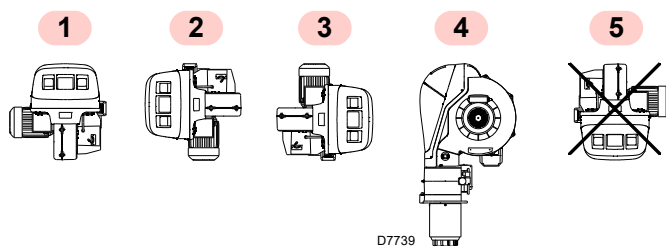

Fig. 13
- Arzătorul a fost pregătit exclusiv pentru funcționare în pozițiile 1, 2, 3 și 4 (Fig. 13).